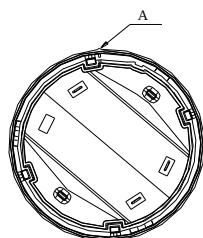
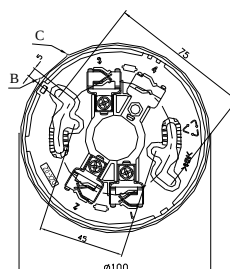

图 3 探测器的底部示意图
图 4 DZX-02 定位底座示意图
探测器的底座示意图如图 4 所示。将底座用两个自攻螺钉固定，然后将探测器的直流供电电源线及电源正极输出线分别接在探测器底座上的 1、3 和 2 端子。注意：端子 1 接电源的正极性、端子 3 接电源的负极性，端子 2 接电源正极输出线；当使用 GST-LD-8320A 终端器时，端子 1 和端子 2 之间应该有二极管相连接，二极管正极接端子 1、负极接端子 2。
待底座安装牢固后，将探测器底部上的对位标识 A 对准底座 B 处，将探测器顺时针旋转到底座 C 处即可安装好探测器；见图 3、图 4。
2. 探测器的底部及 DZX-02 定位底座示意图如图 3 和图 4 所示。